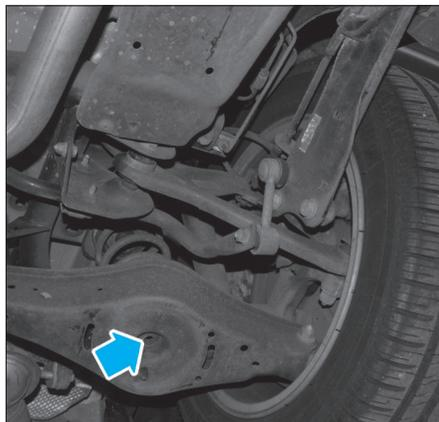

Fig. 22
- Mettre en place le ressort comprimé en veillant à engager les ergots des coupelles (flèche), dans l'alésage du bras transversal pour la coupelle inférieure, et l'orifice sous la caisse pour la coupelle supérieure (Fig.22).